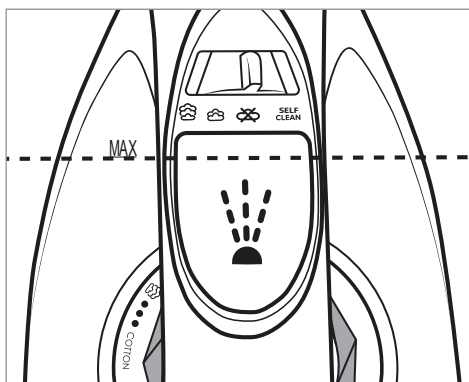

Fig. 1
- 3) Fyld vandbeholderen  **2** op til den maks. markering **MAX** med målebægeret **11** (se fig. 1).